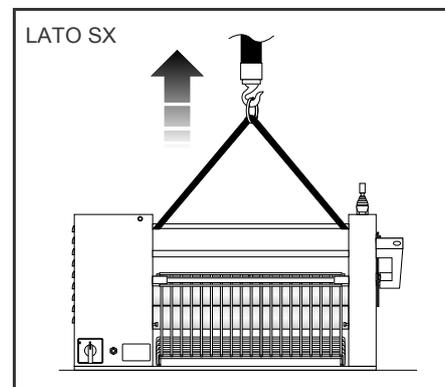

FIG.5 (Sollevamento della macchina)
- 1- Infilare le brache o le funi idonee all'impiego (conformi alla normativa vigente) sotto i tiranti delle spalle (**Vedi FIG.5**);